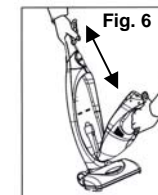

Fig. 6
2. Sujete el mango de la aspiradora de mano y tire hacia afuera. (Fig. 6)
3. Para volver a colocar la aspiradora de mano dentro de la cubierta principal, coloque primero la parte inferior de la aspiradora sobre el receptáculo de la cubierta principal, luego inclínala hacia la cubierta principal hasta que se trabe en su lugar. (Fig. 6)